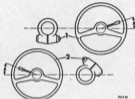

Abb. J.2
- (24) Mk. II Modelle, Lenksäule auf Ritzel aufsetzen, und zwar mit Klemmschraube wie aus Abb. J.2 erkenntlich positioniert, woselbst die Schraube entsprechend dem Anziehmomentwert unter den "ALLGEMEINEN DATEN" festziehen ist.
- (25) Lenksäule heben und Klammer in Stützwinkel einsetzen. Hierzu ist der Winkel zu verstellen bis er mit der Klammer übereinstimmt und nicht umgekehrt, so daß die Lenksäule frei von Belastungen bleibt. Nunmehr Winkel an Armaturenbrett mit das Befestigungsschrauben festziehen.
- (26) Fahrtrichtungsanzeiger-Rückstellerschraube wieder montieren und darauf einstellen, daß der Gemittelswert: Säule und Schraube zwischen 29,87 und 30,35 mm (1,176 und 1,196 in.) beträgt. Dafür Sorge tragen, daß der Längskopf der Schraube parallel zur Lenksäule steht, und sodann Kontermutter festziehen. Lenksäuleklammer am Armaturenbrettwinkel festziehen.
- (27) Dafür Sorge tragen, daß äußere Lenksäule und Fahrtrichtungsanzeigerhebel entsprechend Abb. J.2 positioniert liegen, d.h. die Fahrtrichtungsanzeiger-Rückstellerschraube muß genau mittig zwischen den beiden Rückstellmechanismen des Schalters liegen.
- (28) Die einzelnen Bügelerschraubenmutter der Zahnstange paarweise festziehen, wobei jede Mutter abwechselnd jeweils um eine halbe Umdrehung anzuziehen ist bis die Muttern festliegen.